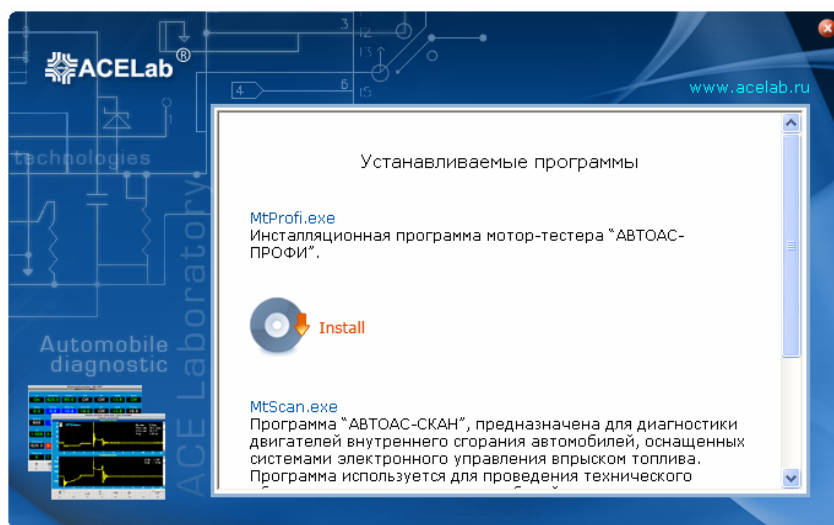

Рис.1. Программа просмотра содержимого инсталляционного диска.
1. Если на компьютере установлена опция автоматического распознавания CD-диска, то после установки компакт-диска в привод CD-ROM загрузится программа просмотра содержимого диска, рис. 1. В случае, когда диск не распознан, необходимо запустить программу просмотра MTSETUP.EXE вручную из каталога «\Autorun». Для запуска программы просмотра содержимого диска необходимо наличие на ПК программы Internet Explorer версии 3.0 и выше.